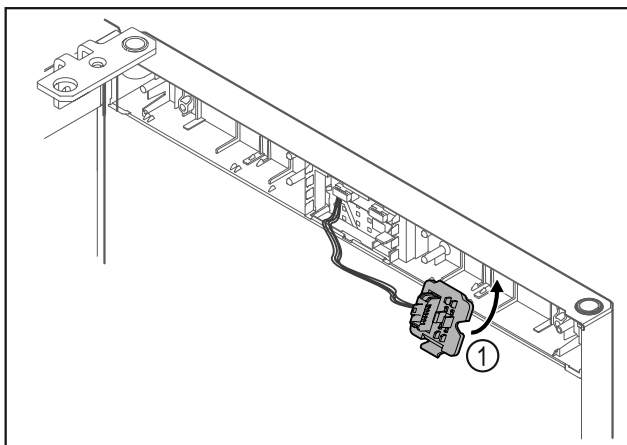

Fig. 14
- ▶ Steckerhalterung Fig. 14 (1) auf Gegenseite einrasten.\*